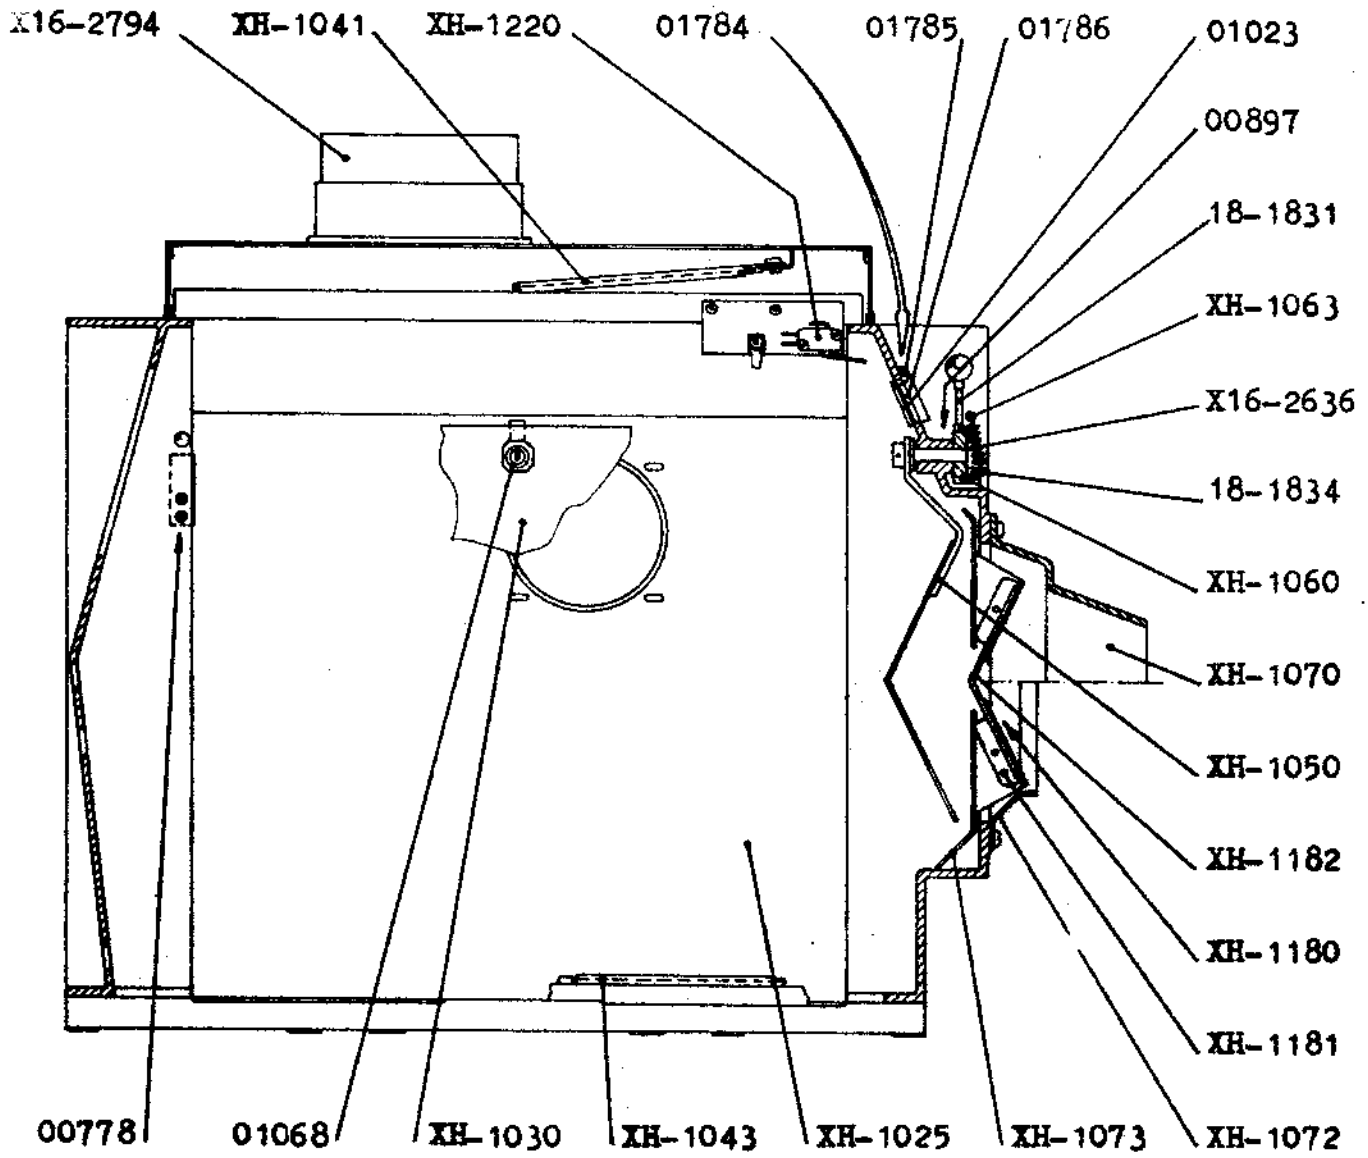

FIG. 1
- FIG. 1 - LANTERNA
- FIG. 1 - LANTERNE
- FIG. 1 - LAMPHOUSE